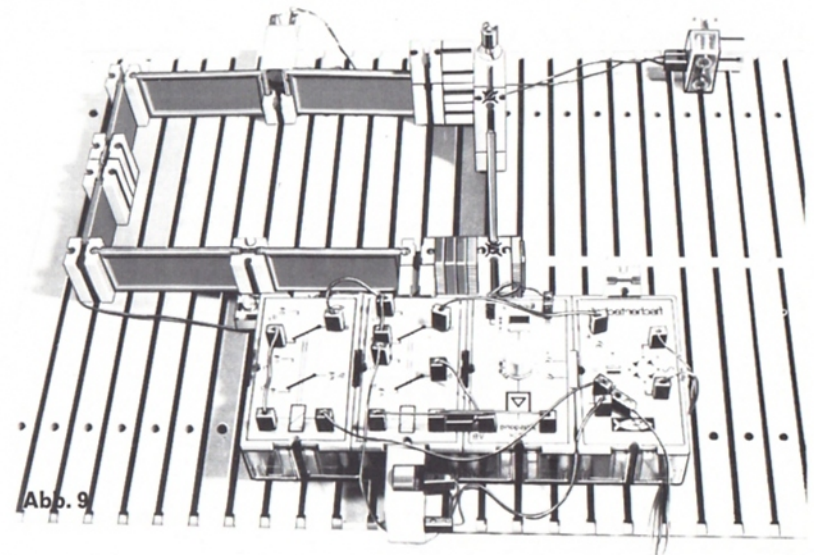

Abb. 9
2. Das Signal wird über das Relais ausgelöst. Dazu muß die durch den Fotowiderstand am Relais hervorgerufene Schaltänderung gespeichert werden, um dann diesen Schaltzustand zu signalisieren. Hierfür wurde eine Selbsthalteschaltung (Ein-Signal dominiert) für das Relais verwendet (Schaltbild und Verdrahtungsplan zu Abb. 9). Der Magnet wurde über Kontakt  $a_1$ – $a_2$  angeschlossen. Er hält das Tor geöffnet, solange das Relais nicht angezogen hat. Zieht das Relais an, so wird über  $a_1$ – $a_3$  der Relaissummer – das zweite Relais im Schalt- und Verdrahtungsplan – betätigt.
Schaltplan zu Abb. 9
Verdrahtungsplan zu Abb. 9